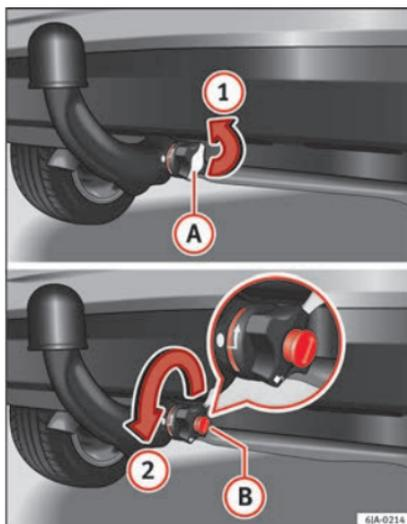

Fig. 200 Togliere il coperchio della serratura/aprire la serratura con la chiave.
- Rimuovere il coperchio **A** dalla serratura della manopola posizionandolo nel senso della freccia **1** » **fig. 200**.